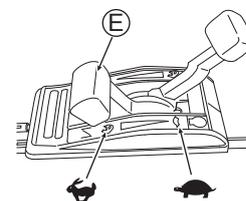

Abb. 12
- Vergewissern Sie sich, dass niemand hinter Ihnen steht, wenn Sie am Startergriff (V) ziehen.
- Umfassen Sie den Startergriff (V) mit festem Griff, wenn Sie daran ziehen.
- Lassen Sie den Startergriff (V) langsam zurück in die Ausgangsposition.
- Lassen Sie den Motor etwas warmlaufen, bevor Sie die Maschine verwenden. Nach dem Warmlaufen des Motors können Sie mit dem Mähen beginnen, indem Sie den Gashebel (E) auf "II" stellen. (Siehe Abb. 12)